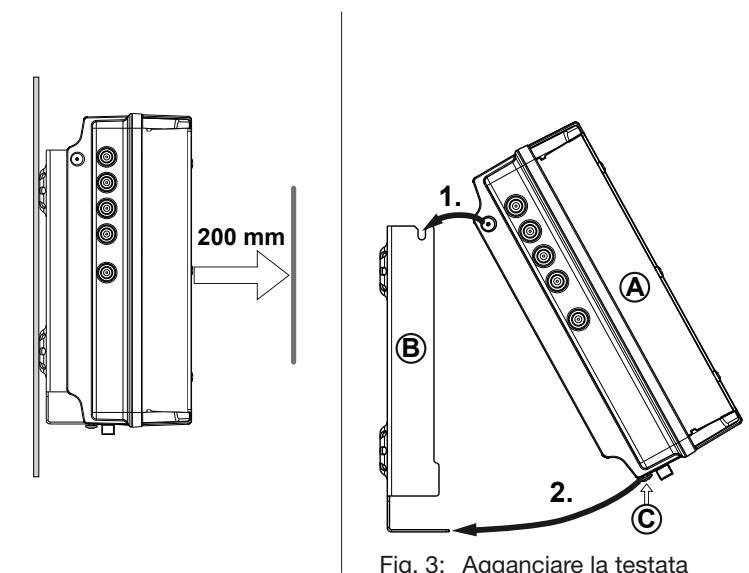

Fig. 3: Agganciare la testata
1. Montare il supporto a parete in orizzontale sulla superficie di montaggio; vedere ② in Fig. 3. Attenersi a quanto segue:
2. Agganciare la testata ① al supporto a parete ②; vedere Fig. 3.
3. Serrare la vite ③.